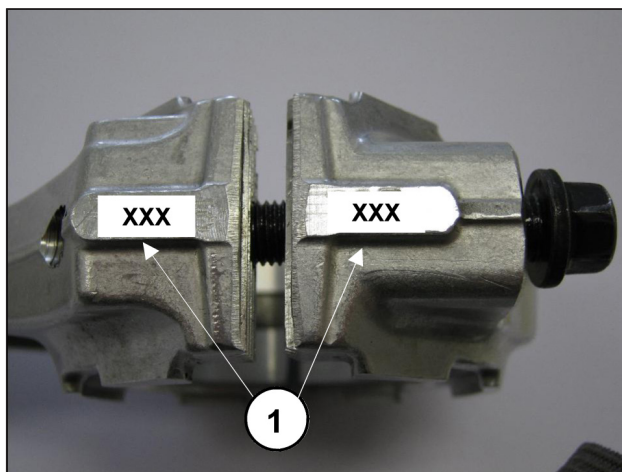

Рис. 9
- Соедините головки шатуна с соответствующими стержнями, руководствуясь номерами (Рис. 9, поз. ①).